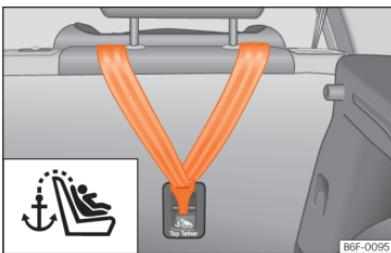

Fig. 42 Parte posterior dos bancos traseiros: argolas de fixação para o cinto Top Tether.
- Deslize a correia e fixe-a corretamente na fixação da parte posterior do encosto »» Fig. 42.